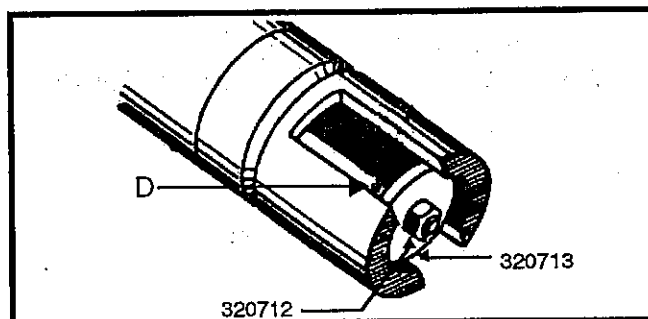

Figura 4: Rimozione del controdado e della rondella
- b. Inserire il perno o il chiodo nel foro "D" (vedi Figura 4) dell'asta d'innesco 330329. Tenendo stretta l'asta, rimuovere il dado di bloccaggio elastico 320712 e la rondella 320713.
2. Allentare il controdado 320712 e rimuoverlo insieme alla rondella 320713 dall'asta d'innesco 330329. È possibile fissare l'asta nel foro "D" tramite un perno o un chiodo (vedi Figura 4).
24. Inserire la rondella 320713 sull'asta d'innescò 330329 e fissarla saldamente usando un dado di bloccaggio elastico 320712. Fissare l'asta attraverso il foro "D" usando un perno o un chiodo (Figura 4).